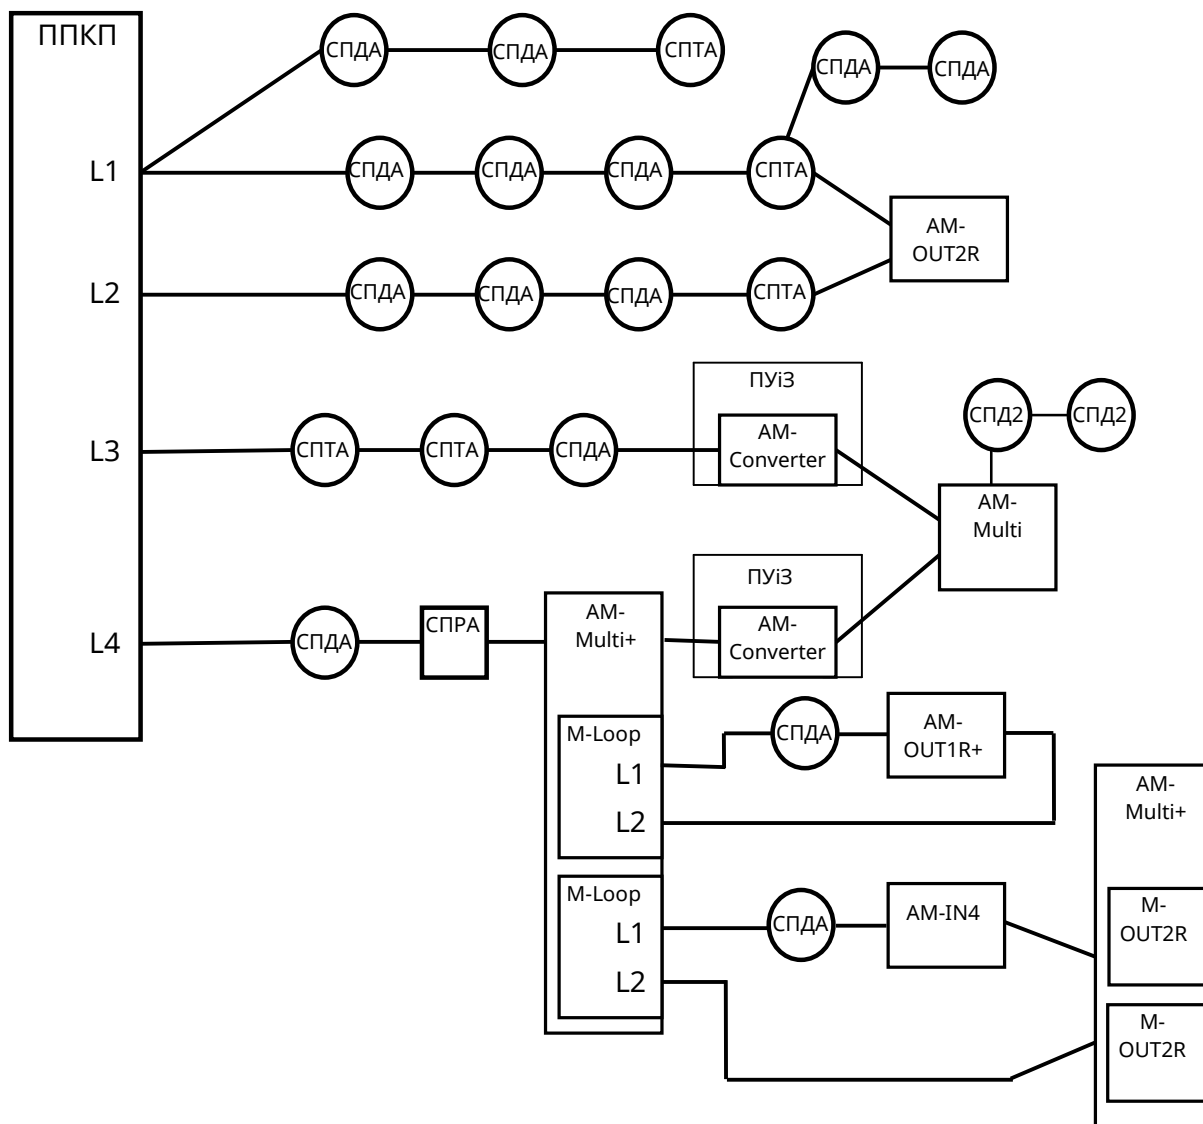

Рисунок 4.2.1 – Схема приєднання адресних компонентів до АІ
4.2.2 Адресні компоненти приєднують до АІ, які є одночасно лініями зв'язку та лініями живлення. Один ППКП керує кільцевими АІ, приєднаними до БМК і модулів AM-Multi+ (через модулі розширення M-Loop). Загальна схема можливих з'єднань в АІ показана на рис. 4.2.1.